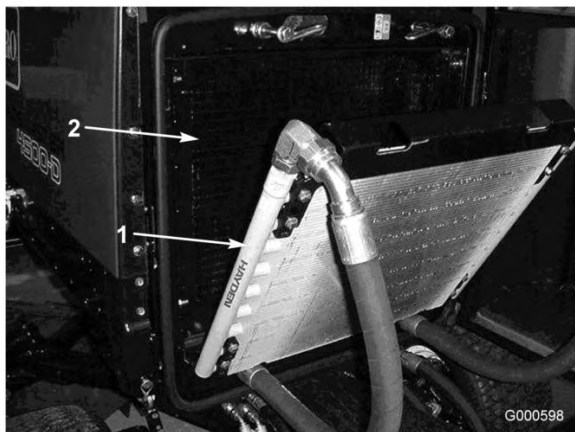

Figura 53
3. Inclina o refrigerador de óleo para trás. Limpe ambos os lados do refrigerador do óleo e a zona do radiador (Figura 53) com ar comprimido. Comece a partir da parte frontal e sopre os detritos para fora na direcção da parte posterior. Depois, limpe a partir da parte posterior e sopre na direcção da parte frontal. Repita o procedimento várias vezes até remover toda a sujidade e detritos